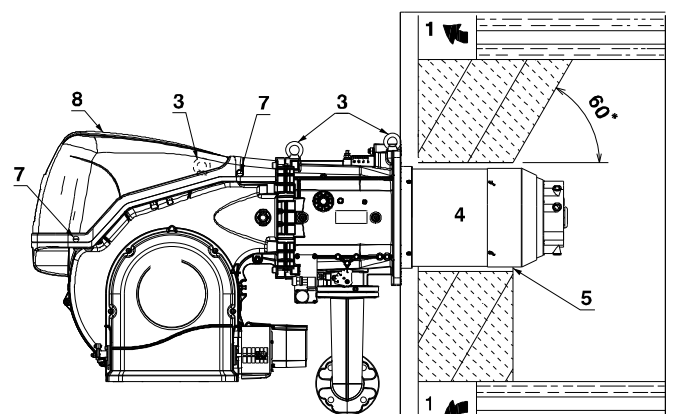

Рис. 15
В котлах с передним оборотом дымовых газов 1) Рис. 15 или в двухходовых котлах защитите огнеупорным материалом 5) зону между огнеупорной частью котла 2) и жаровой трубой 4).
Предусмотрите соответствующую систему подъема посредством сцепления с кольцами 3)(Рис. 15) после снятия крепежных винтов 7) кожуха 8).
- Вставьте термозащиту из комплекта на жаровую трубу 4)(Рис. 15).